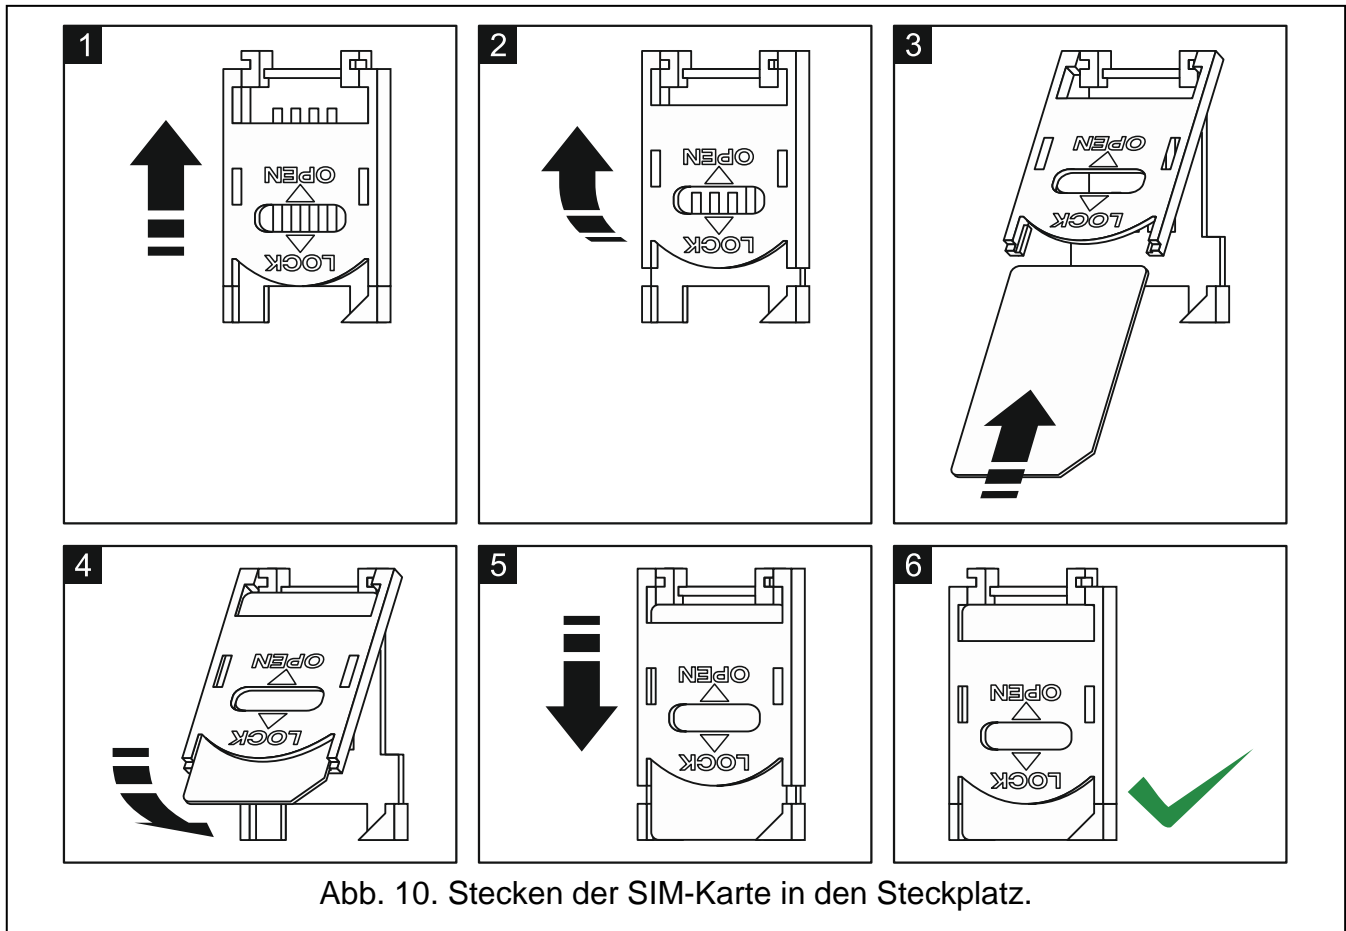

Abb. 10. Stecken der SIM-Karte in den Steckplatz.
2. Stecken Sie die SIM-Karte in den Steckplatz auf der Elektronikplatine (siehe: Abb. 10). Die Anmeldung des Telefons im GSM-Netz kann ein paar Minuten dauern.